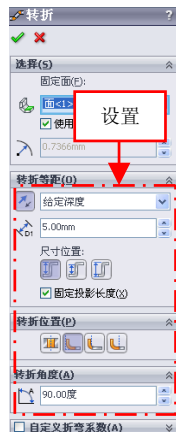

图 13-34 设置参数值
(14) 退出草图绘制环境，弹出【转折】属性管理器，选取草绘固定面，设置【等距距离】为 5、【转折角度】为 90，如图 13-34 所示。